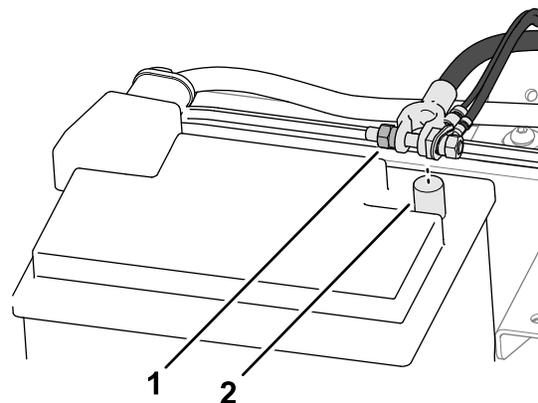

Figure 27
1. Reliez la cosse du câble négatif de la batterie (Figure 27) à la borne négative de la batterie.
2. Serrez l'écrou avant et le boulon en T (Figure 27) de la cosse du câble négatif de la batterie.